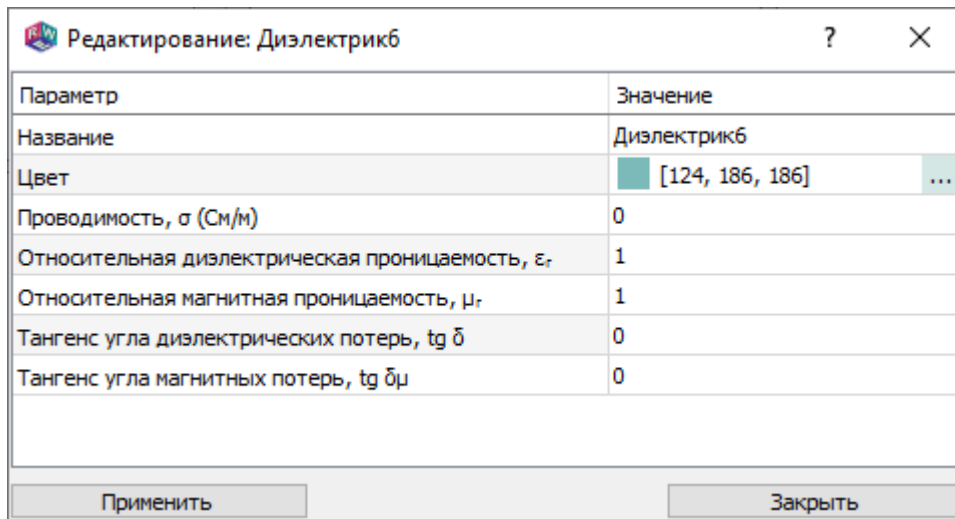

Рис. 159
16.7.4.1. Окно редактирования параметров диэлектрика показано на рис. 159.